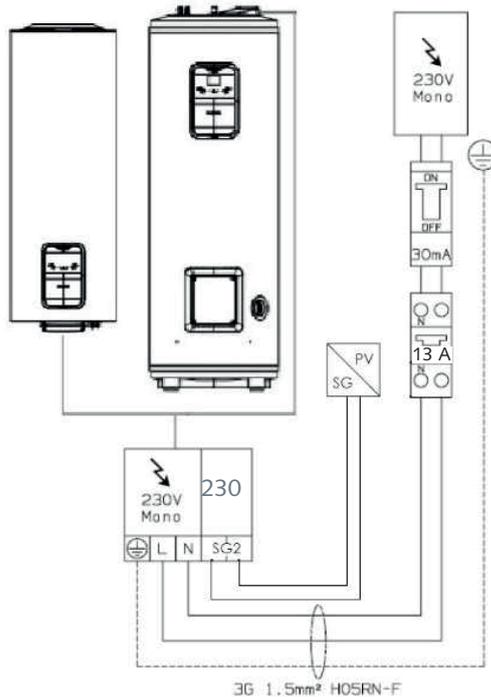

FIG. 14: Rete intelligente (Smart Grid)
FIG. 14	Se si dispone di un sistema facoltativo da collegare o di un segnale SG disponibile, è possibile collegare un cavo bipolare dall' inverter o il cavo del segnale SG (uno in alternativa all'altro) alla scatola elettrica (fissare il cavo nella relativa guaina del cablaggio). Collegare il cavo (C) al connettore "SIG2" e abilitare la funzione PV (P11) o SG (P13) sul menù dell'installatore (vedere paragrafo 7.7). Attenzione: segnale a 230 V.